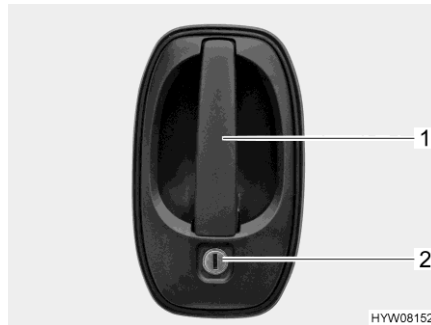

Bild 38 Dörrlås (förardörr/bodelsdörr, utsida)
- Stick in nyckeln i låscylindern (Bild 38,2) och vrid den ända tills dörrlåset har låsts upp.
- Drag i dörrhandtaget (Bild 38,1). Dörren är öppen.
- Stick in nyckeln i låscylindern (Bild 38,2) och vrid den ända tills dörrlåset har låsts.